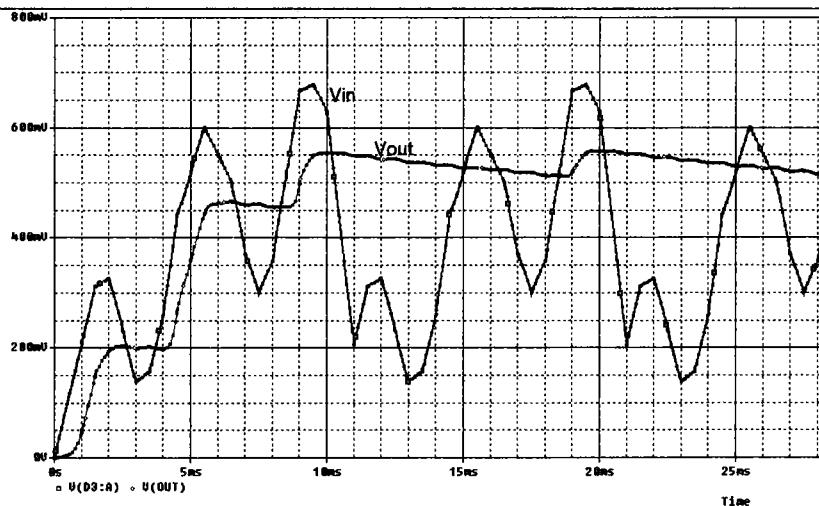

Рис. 8.21. Периодическое повторение стимула
6. Выполните моделирование с тем же профилем. Вы должны увидеть результат, показанный на рис. 8.21, где  $V_{in}$  теперь периодическая функция (повторяется вечно).